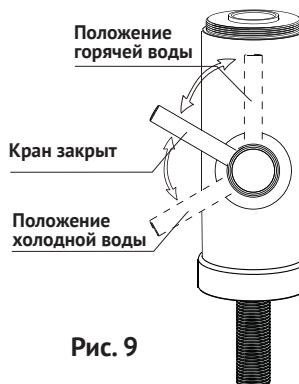

Рис. 9
4. Перед подключением водонагревателя к электрической сети и началом эксплуатации, откройте кран или поднимите рычаг смесителя и заполните нагревательную камеру водой (см. рис. 9). Не перекрывайте воду до тех пор, пока она не будет выходить из крана равномерной струей, без пузырьков воздуха.
На рис. 9 показан диапазон вращения ручки-регулятора для модели BEF-003N.